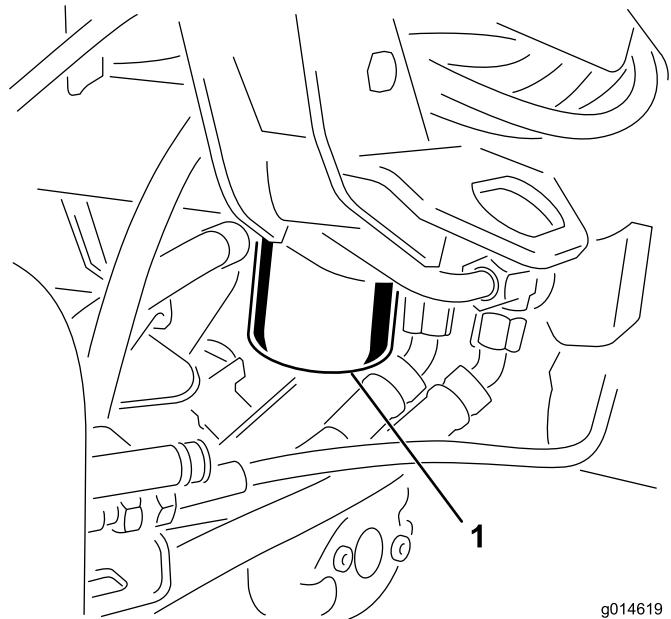

Bild 44
1. Reinigen Sie den Anbaubereich des Filters (Bild 44). Stellen Sie eine Auffangwanne unter den Filter und entfernen den Filter.